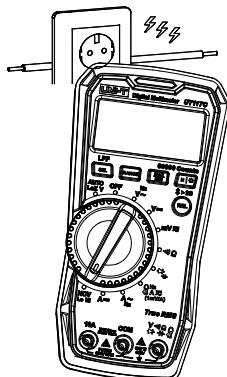

Figura 11
10. Rilevamento della tensione CA senza contatto (NCV) (Figura 11)